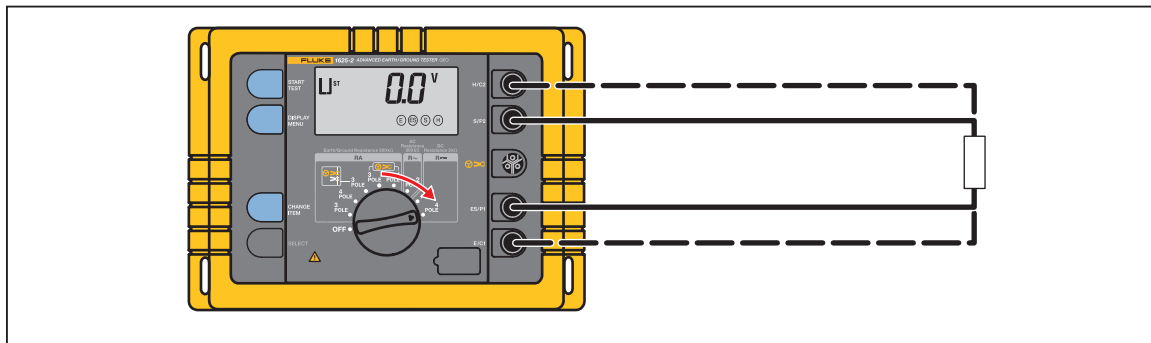

Abbildung 13. Widerstandsmessung (R_{\rightarrow})
1. Das Gerät gemäß Abbildung 13 anschließen.